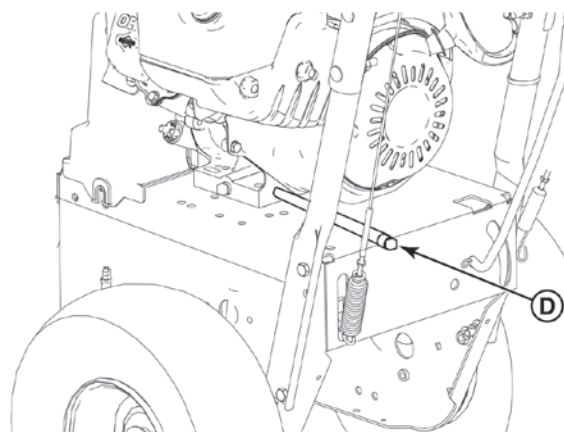

Рис. 17
3. Выньте пробку из сливного отверстия (D, Рис. 17). Слегка наклоните снегоочиститель в заднем направлении. Слейте масло в подходящую для этого емкость.